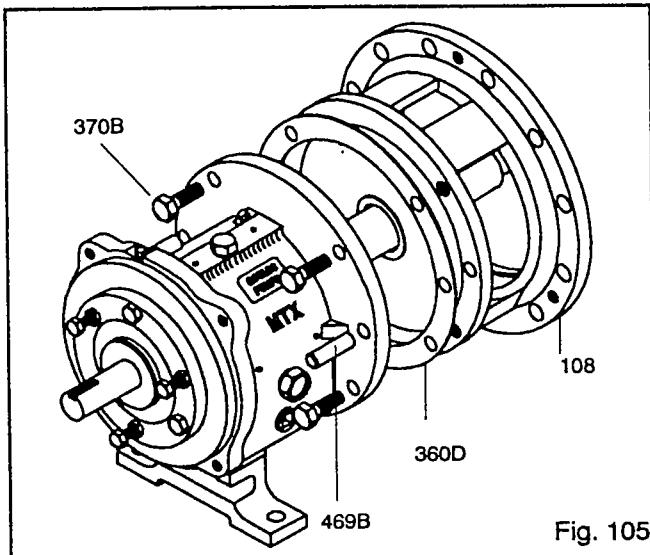

Fig. 105
5. Place manila gasket (360D) on frame (228) (Fig. 105).
1. Установить крышку камеры уплотнения (184) с гайками (370Н).
6. Install frame adapter (108), onto frame assembly. Align bolt holes and dowel locations with those on frame (Fig. 105).